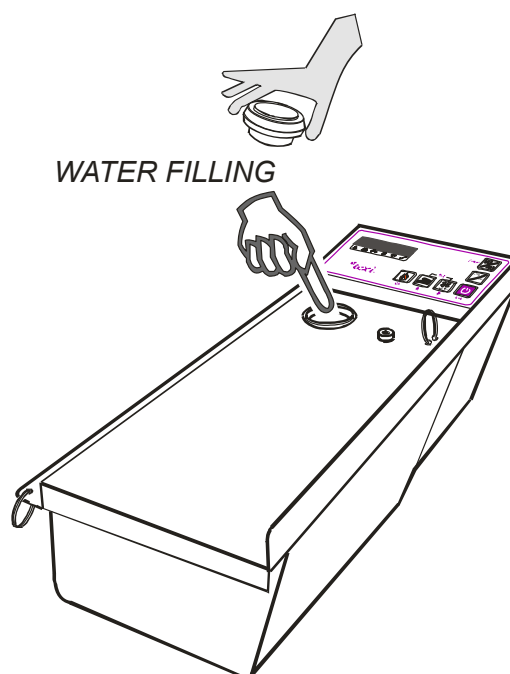

Fig. 3
4. Izvlecite zmašek za vodo Texi Smart S+B (fig. 3), in napolnite rezervoar (približno 1 liter). Ko ste to naredili, namestite nazaj zamašek.
Če se ikona  prižge vsake toliko časa, označuje da Texi Smart S+B črpa vodo v kotliček. Zato je pomembno, da vedno napolnite rezervoar za vodo (fig. 3).
Rezervoar za vodo je možno napolniti kadarkoli, tudi kadar je kotliček v delovanju. Odstranite zamašek in dolijte vodo ter pazite, da je ne polijete po napravi (fig. 3). Vodo je nujno potrebno doliti, kadar utripa opozorilo "WATER" (VODA) in se vklopi zvočni signal (poglavje 7).